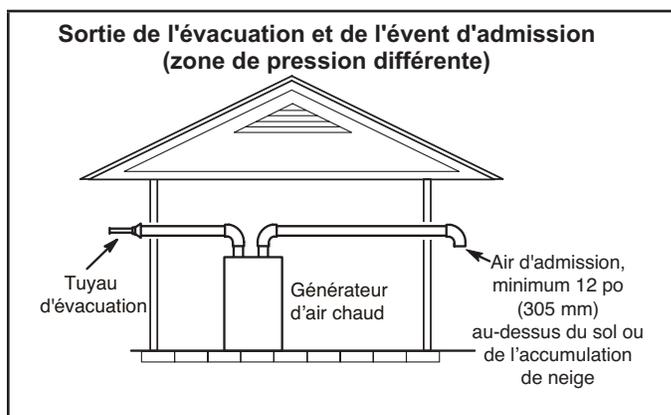
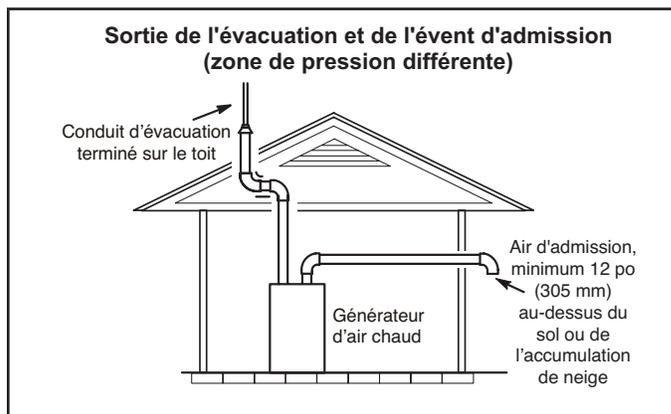

FIGURE 31
FIGURE 32
1 - Il n'est pas nécessaire que les terminaisons d'évacuation se trouvent dans la même zone de pression. L'admission peut sortir d'un côté de la structure et l'évacuation d'un autre côté (FIGURE 31). L'évacuation peut sortir par le toit et l'admission par le côté de la structure (FIGURE 32).
- 2 - Utilisez un grand tournevis plat ou une douille de 1/2 po pour retirer le capuchon (figure 31) du boîtier du collecteur de l'extrémité froide à l'emplacement approprié sur le côté de l'appareil. Installez un coude de 3/4 po NPT sur le boîtier du collecteur de l'extrémité froide. Utilisez de l'adhésif au Téflon ou un enduit d'enrobage approprié.